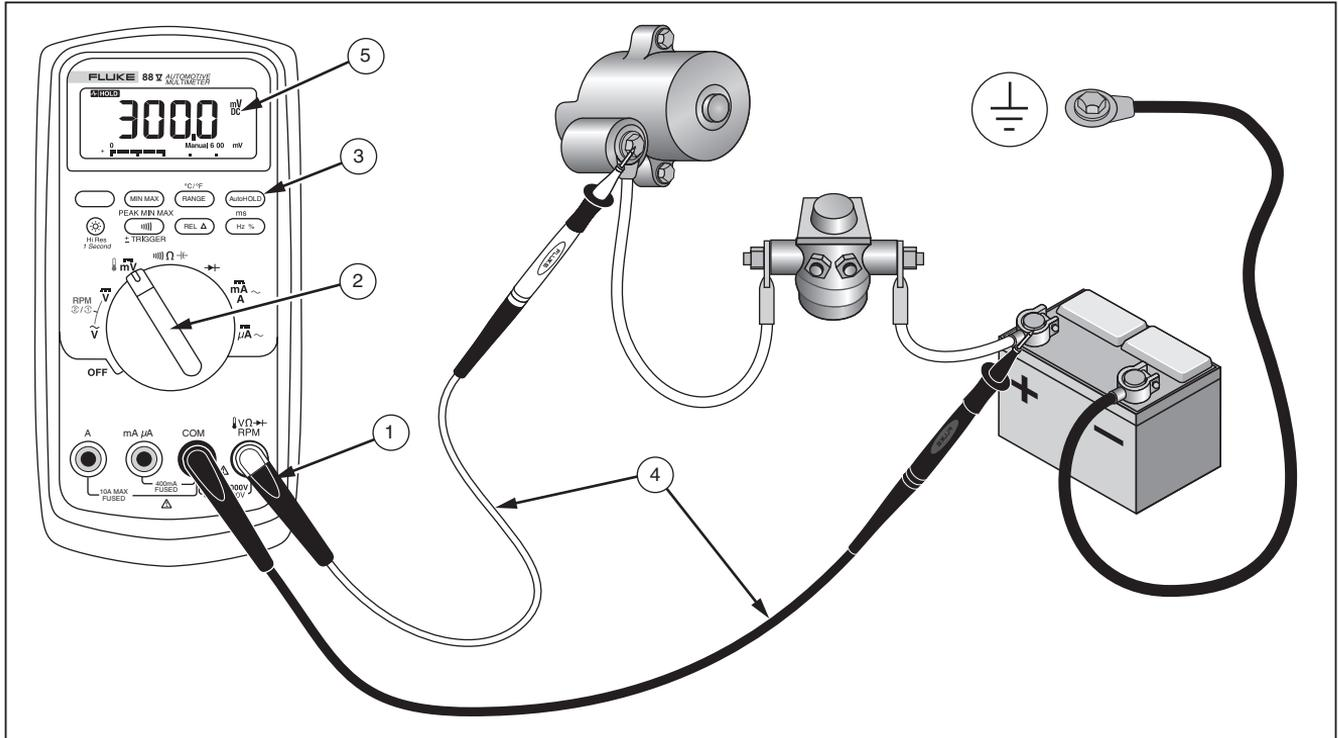

Abbildung 15. Messen von Spannungsabfall im Anlasserschaltkreis
1. Die Messleitungen gemäß Abbildung 15 in die Eingangsanschlüsse einführen.